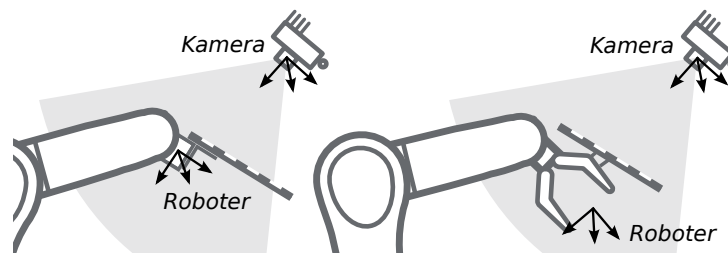

Abb. 6.22: Alternative Montageoptionen für die Befestigung des Kalibrieramusters am Roboter
6.21 und Abb. 6.22 angegeben, angebracht werden.
Bemerkung: Für das Modul zur Hand-Auge-Kalibrierung spielt es keine Rolle, wie das Kalibriermuster in Bezug auf das benutzerdefinierte *Roboter*-Koordinatensystem genau angebracht und positioniert wird. Das bedeutet, dass die relative Positionierung des Kalibrierusters zu diesem Koordinatensystem weder bekannt sein muss, noch für die Kalibrierroutine relevant ist (siehe in Abb. 6.22).